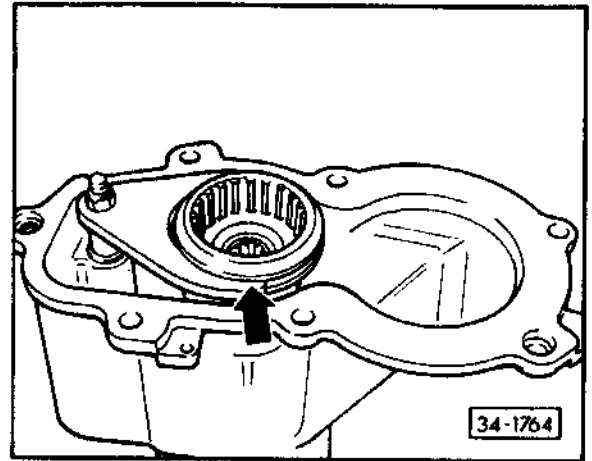

Abb. 7 Einbaulage der Schiebemuffe
- 21 Schiebemuffe (2)**
- Einbaulage – Abb. 7
- 22 Spannhülse (2)**
- 23 Schaltstange (2)**
- 24 Schaltgabel (2)**
- 25 Sechskantmutter 25 Nm (2)**
(1) Nur bei permanentem Allradantrieb
(2) Nur bei zuschaltbarem Allradantrieb